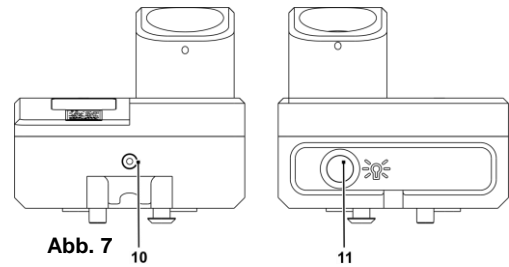

Abb. 7
i Das integrierte Lasermodul, die gelbe LED (10, Abb. 7) für die Skaleneinblendung der Messschiene und die grüne LED für die Fadenkreuzbeleuchtung der Optik werden von zwei Batterien der Größe AAA 1,5 V oder wiederaufladbaren Akkus 1,2 V versorgt.
- Mit dem Taster (11, Abb. 7) werden beide LED-Lampen parallel für die Zeit des Tastendrucks eingeschaltet.